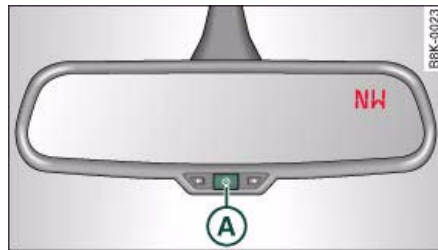

Fig. 55 Retrovisor interior: Brújula digital activada
- Para activarla o bien desactivarla, pulse la tecla **A** hasta que la indicación de la brújula aparezca o desaparezca en el espejo del retrovisor ⇒ fig. 55.
- Pulse la tecla **A** ⇒ fig. 55 hasta que el número de la zona del campo magnético ajustada aparezca en el retrovisor interior.